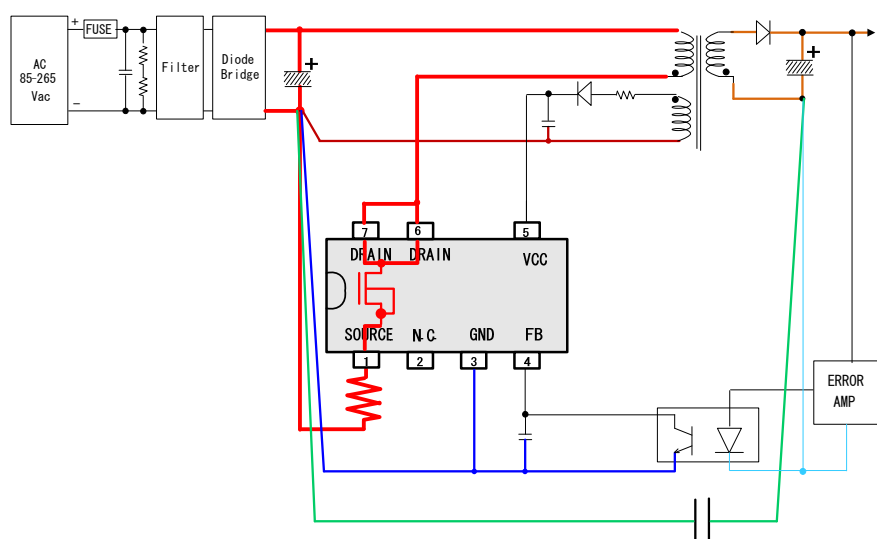

Figure 24. 基板レイアウトパターン
- ① Fig24 で示す赤ラインは大電流経路であり、リンギングや損失の発生要因となるため、できるだけ太く短く、レイアウトしてください。
- ② Fig24 の二次側の橙色ラインも赤ライン同様に太く短く、小さいループでレイアウトしてください。
- ③ 赤ライン、青ライン、緑ラインの GND は一点接地してください。
- ④ 緑ラインはサージを二次側のサージを一次側に逃がす経路であり、瞬間的に大きな電流が流れるため、赤ラインや青ラインと独立して配線レイアウトしてください。
- ⑤ 青ラインは IC 制御用の GND ラインです。大きな電流は流れませんが、ノイズの影響を受けやすくなるため、赤ラインや緑ライン、茶色ラインと独立して配線レイアウトしてください。
- ⑥ 茶色ラインは VCC 端子に流れる電流経路です。スイッチング時に電流が流れるため、この経路も独立してレイアウトしてください。
- ⑦ トランスの直下は磁束の影響を受けるため、IC 制御ラインを引かないで下さい。
- ⑧ VCC、FB 端子のコンデンサは IC の Pin にできるだけ近い位置に配置してください。